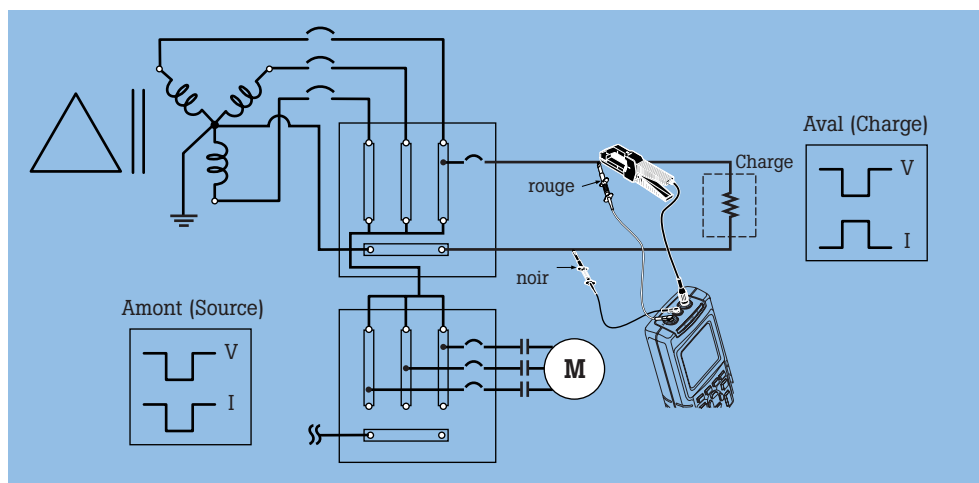
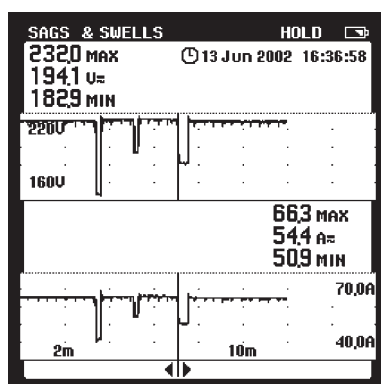

Figure 1. Isolation de la source de perturbation
Figure 2. Tension en haut, courant en bas. Horodatage temps réel en haut.
Brancher les sondes de tension et la pince de courant sur le côté charge du disjoncteur, comme indiqué dans la Figure 1. En utilisant le mode variation lente du 43B, les événements de tension peuvent être suivis dans la moitié d'écran supérieure et les événements de courant dans la moitié d'écran inférieure (Figure 2). Chaque point du tracé de suivi (240
- Si une *chute de tension* se produit en même temps qu'une *poussée de courant*, la chute est provoquée par une charge sur le circuit de dérivation (Figure 2). En d'autres termes, la cause de la chute se trouve en *aval* du point de mesure. Elle peut donc être considérée comme une *perturbation de charge*.